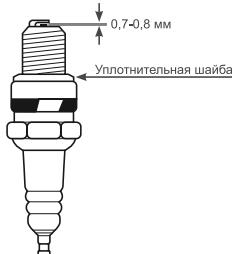

Рис. 18 Зазор между электродами свечи зажигания
4. Измерьте зазор между электродами свечи зажигания специальным щупом. Зазор должен быть $0,7\text{--}0,8$ мм (Рис. 18). При увеличении, или уменьшении требуемого зазора, рекомендуется заменить свечу, так как регулировка зазора может привести к изменению качества искрообразования.